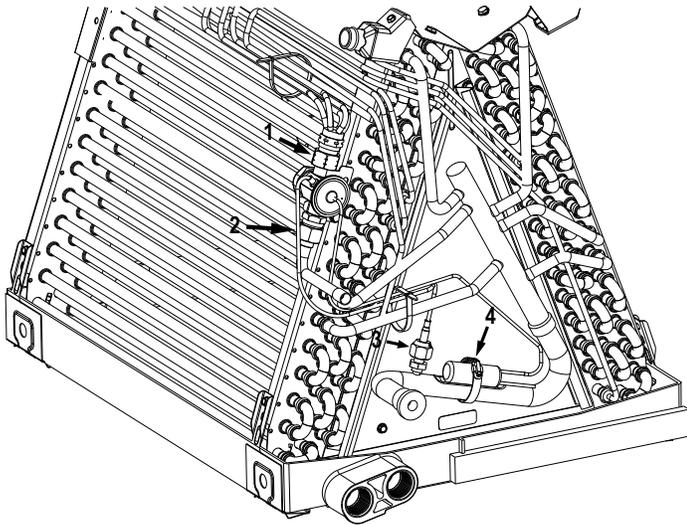

Fig. 16 – Retrait mécanique du détendeur thermostatique
**REMARQUE :** Pour l'article 1 (Fig. 16) : Utilisez une clé à molette avec une clé de secours réglable pour desserrer l'écrou en laiton (sortie du détendeur thermostatique). Utilisez ensuite les deux clés pour desserrer l'article 2 (entrée du détendeur thermostatique).